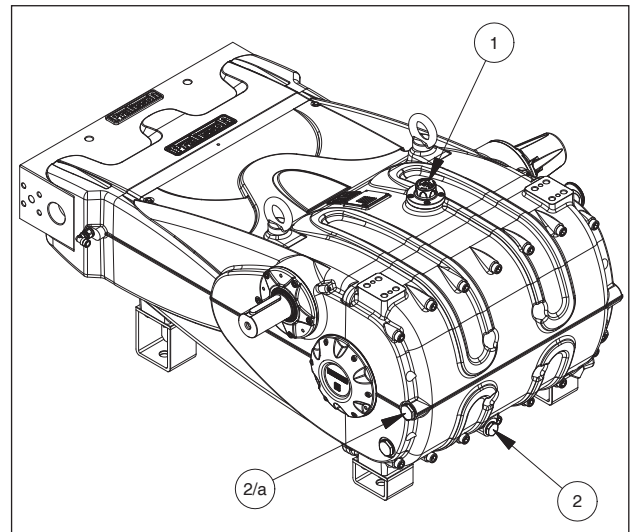

Fig. 4
Controlar el nivel de aceite con la varilla de nivel ①, Fig. 4.
Si es necesario, repostar a través del tapón de aceite ①, Fig. 4.
Para controlar de manera correcta el nivel del aceite, la bomba debe estar a temperatura ambiente. El cambio de aceite se debe realizar con la bomba a temperatura de trabajo, quitando el tapón pos. ②, Fig. 4. (Utilizar el tapón pos. 2/a para la versión vertical)